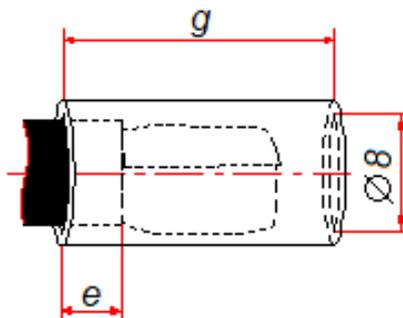

Рисунок 6 - Установка термоусадочной трубки
2.1.12 Надеть на конец кабеля термоусадочную трубку  $\varnothing 6$  мм, длиной  $g = 65 - 70$  мм. Трубка должна закрыть второй слой изоляции на длину  $e = 10$  мм, и выступать за край оконечного резистора на расстояние 5-10 мм (см. рисунок.6).